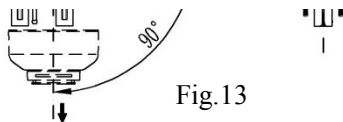

Fig.13
4.2.5 取付方向は図13に従い、傾斜角の限界を超えないでください。限界を超えると正常作動に影響します。